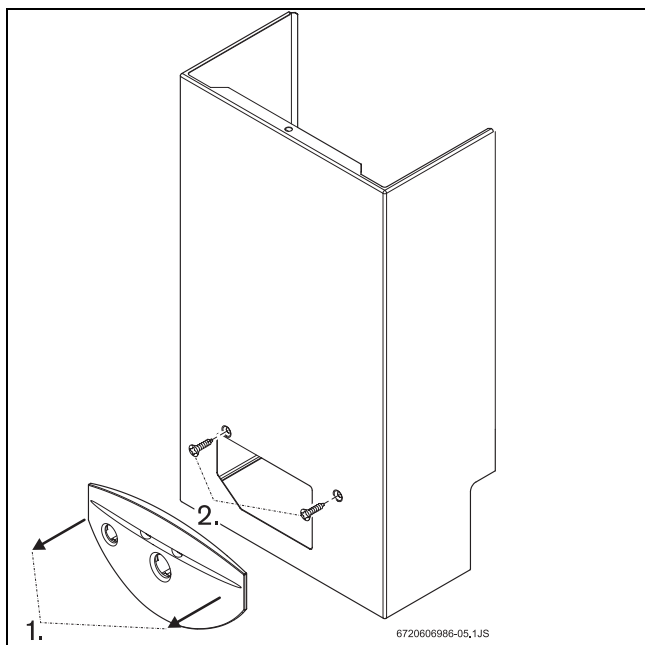

Рис. 1 БцбЯсеуз емрсьуйпх клэммбфт
- ▶ Снятый блок управления поставьте, как показано на Рис. 1.